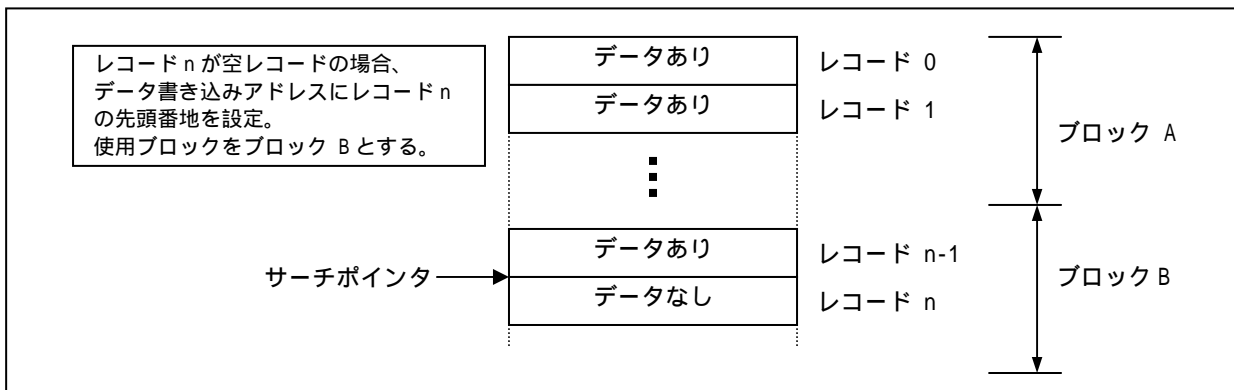

図 9. 空レコード発見時
- (4) 空レコードが見つかるか、全てのレコードをチェックするまで(2)~(3)を繰り返し実行します。
- (5) 空レコードが見つかった場合、データ書き込みアドレスに空レコードの先頭番地を設定、そのレコードが格納されているブロックを使用ブロックとして記憶します。(図 9)